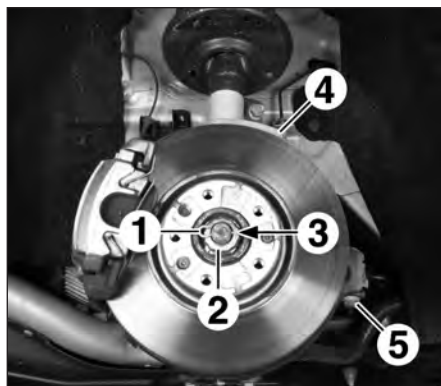

FIG.2
- la goupille (1) (Fig.2),
- la cage-frein (2),
- l'écrou de transmission (3),
- les 3 vis de la plaque de protection de disque (4),
- l'écrou de la rotule de direction (5).